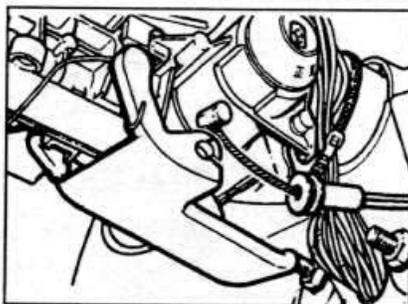

Рис. 11.12. Отсоединение троса от рычага открытия капота на рулевой колонке.
- Отсоедините трос от рычага открытия капота и извлеките трос в моторный отсек (см. рис. 11.12).